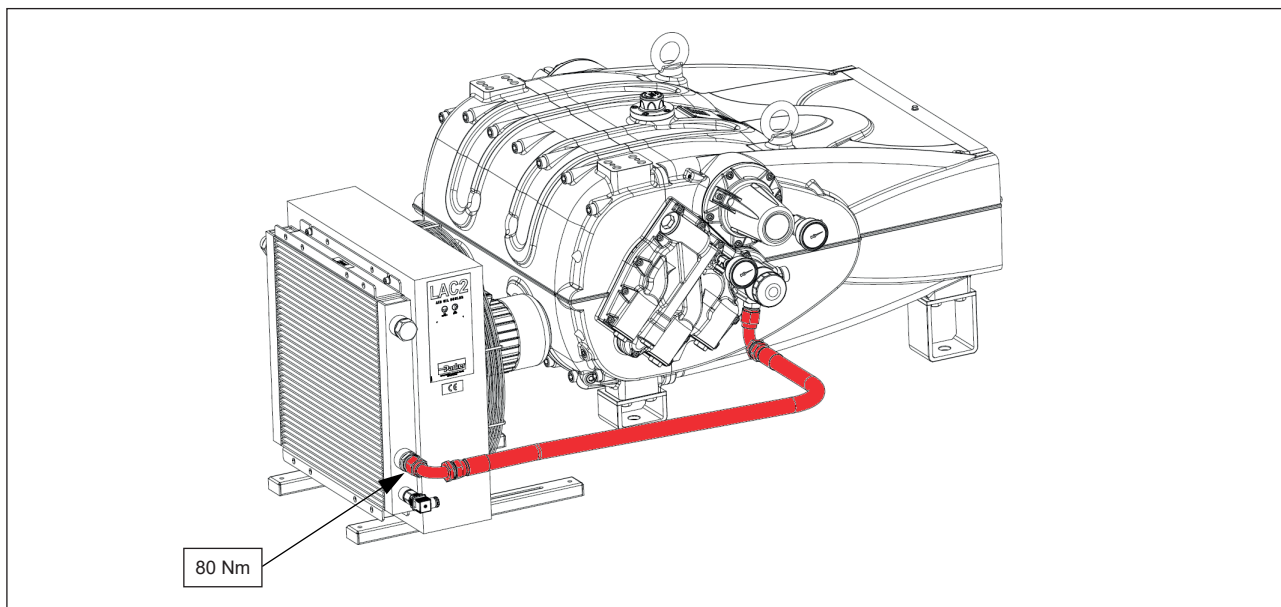

Fig. 15
2. Raccorder le premier tuyau par le biais du coude à 90° au raccord positionné à l'entrée de l'échangeur, situé sur le côté, en bas de celui-ci (voir Fig. 15). Serrer au couple de 80 Nm